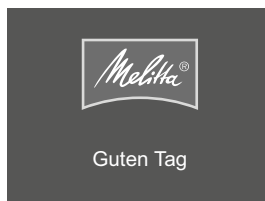

Abb. 5: Begrüßungsanzeige
2. Drücken Sie die "Ein/Aus"-Taste (10).
- » Im Display erscheint die Begrüßungsanzeige (siehe Abb. 5).